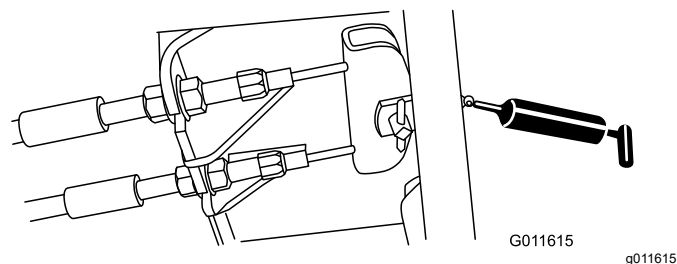

Figura 70
- Pedale del freno (1) – Figura 70